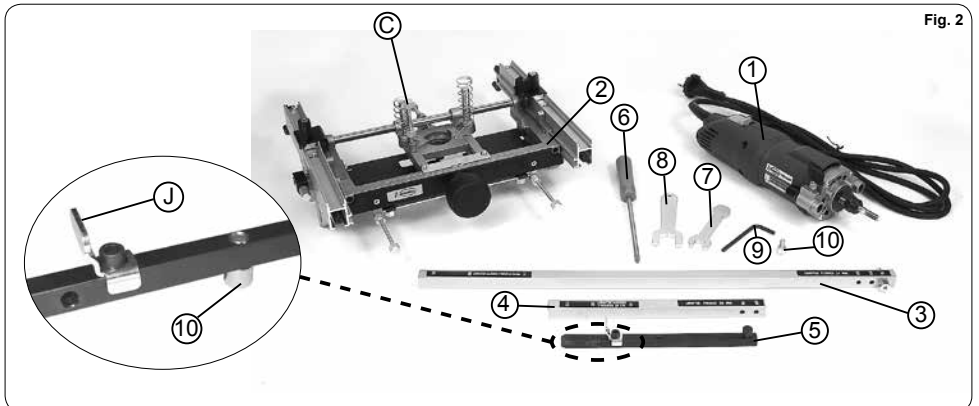
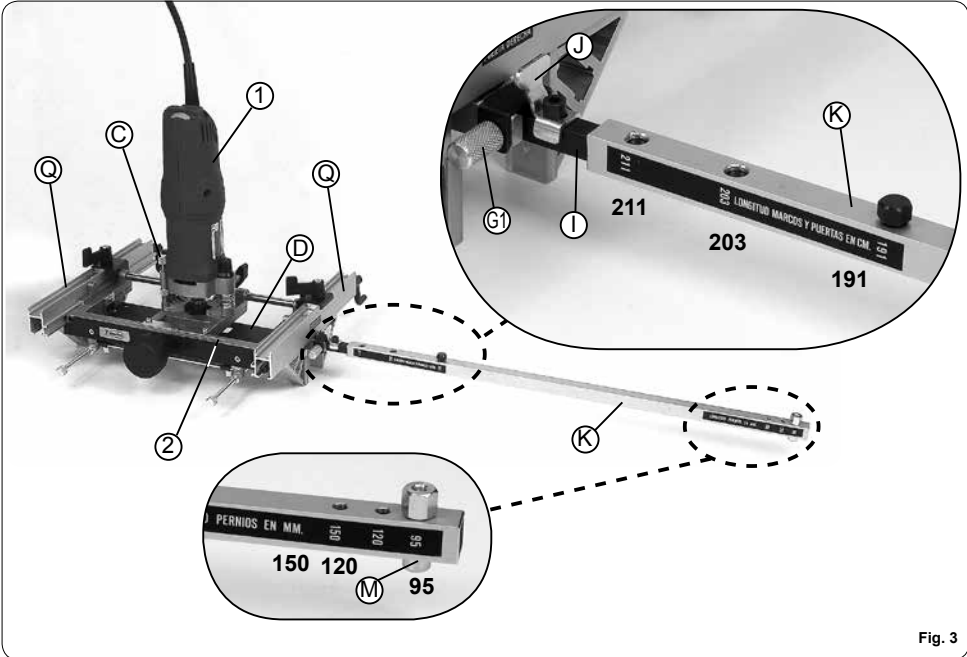

Fig. 2
Fig. 3
- Der Transportkoffer enthält folgende Elemente (Abb. 2):
Mutter C (Abb. 2) lösen.
Das Motorgehäuse 1 (Abb. 2) auf die Säulen der Fräsen-Grundplatte 2 (Abb. 3) aufsetzen.